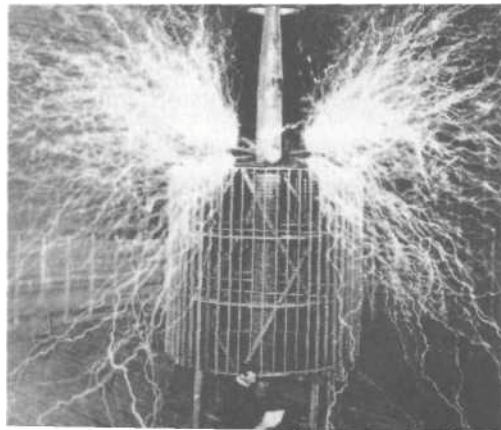

Abb. 87: Tesla sitzend unter
*Abb. 87* zeigt Tesla neben einem riesigen Tesla-Generator mit vielen Millionen Volt. Er demonstriert beim Lesen eines Buches die Ungefährlichkeit der hochfrequenten Blitzentladungen. Angeblich konnte man den Donner viele Kilometer entfernt noch hören.